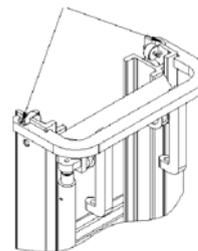

figure 2-75
(1) Directions de levage pour le système de levage, voir la figure 2-75